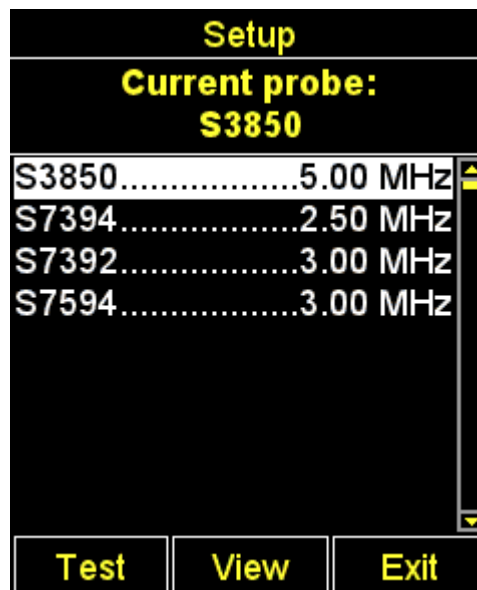

Рисунок 16
– клавишами   перейти на строку с именем подключенного ПЭП и нажать клавишу  для его выбора (рисунок 16).